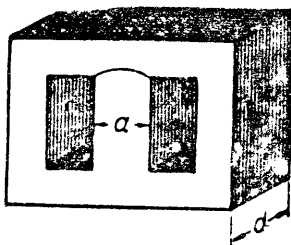
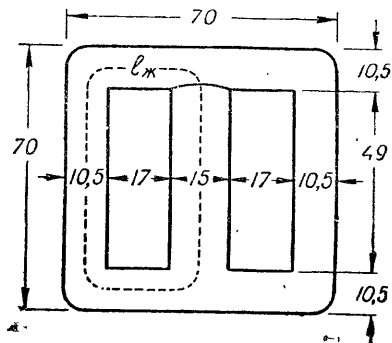

Рис. 8
Рис. 9. Железо типа Ш-15
Для любого типа сердечника объем железа может быть определен как произведение величины средней длины магнитного пути (указан пунктиром на рис. 9—12) и площади поперечного сечения среднего стержня. Средняя длина магнитного пути для каждого типа сердечника — величина вполне определенная, и объем, следовательно, зависит только от сечения среднего стержня. Последний в свою очередь имеет вполне определенную ширину a и сечение его зависит от толщины d (рис. 8) или от количества пластин сердечника.
где $l_{\text{ж}}$, определяемая по формуле (1), — самоиндукция, а $Q_{\text{ж}}$ — площадь сечения среднего стержня трансформатора, определенная как произведение $a \times d$ (рис. 8).